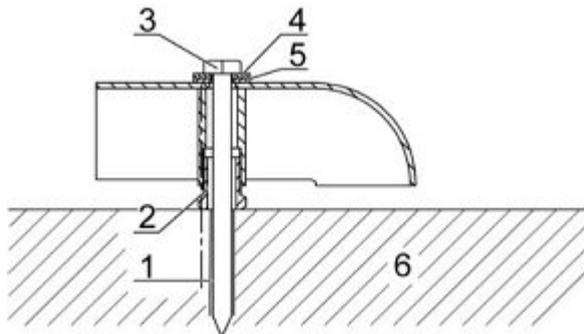

Abbildung 10 Befestigungselemente.
- ⇒ CHM 15k mit den mitgelieferten Scheiben und Befestigungsschrauben (siehe Abbildung 10) auf dem Betonfundament zunächst locker vormontieren.